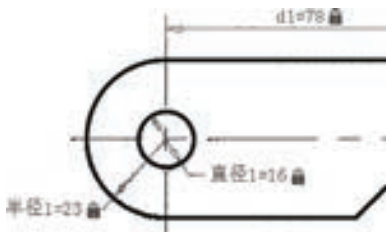

图 11-28 半径标注约束
6) 创建半径标注约束。单击“半径标注约束”按钮, 选择圆弧并指定尺寸线位置, 输入值或指定表达式 (半径 $1=23$), 然后按 $\langle \text{Enter} \rangle$ 键, 完成图 11-28 所示的半径标注约束。